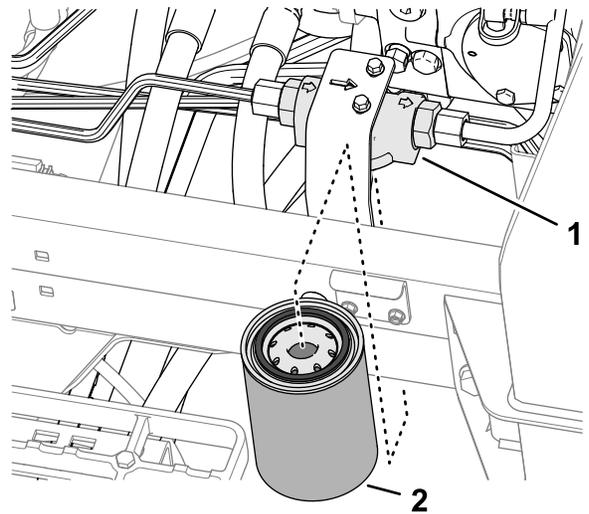

图 114
3. 在机器左侧在填充过滤器下方放置一个放油盘 图 114。